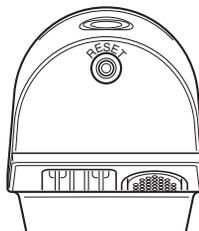

Figure 8
- Pour une installation sous l'avant-toit, assurez-vous que le capteur est situé à l'opposé du mur du bâtiment. Faites pivoter le détecteur de mouvement de sorte que le bouton RESET (Réinitialisation) soit face au sol. (Réinitialisation) (voir la Figure 8) soit face au sol.
- Bouton de réinitialisation (voir la Figure 8) : utilisez un trombone et appuyez sur le bouton de réinitialisation pendant 15 secondes pour réinitialiser la lumière.